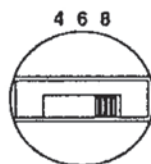

Fig. 1
1. Sur l'arrière du tachymètre (n° 1), repérez le sélecteur de cylindre et glissez-le à la position de 4, 6 ou 8 cylindres en fonction de votre véhicule (fig. 1).